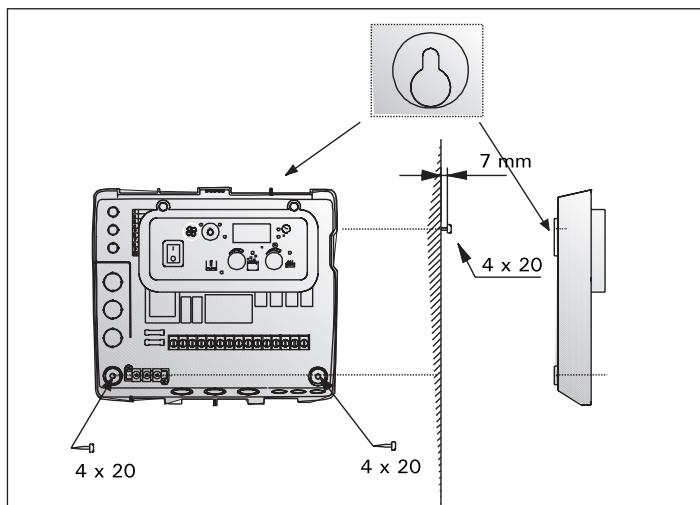

Рисунок 4.
В донной части щита управления предусмотрены отверстия для трех (3) винтов, с помощью которых пульт крепится к стене. См. рисунок 4.